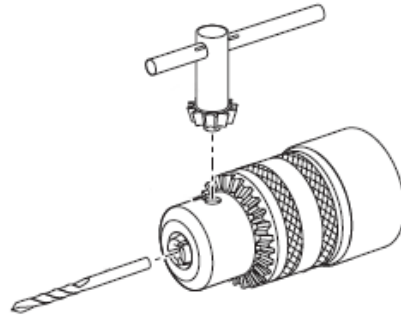

FIGURA 2
2. Encaje la base del accesorio al mandril y con la ayuda de la llave mandril apriete igualmente las tres posiciones de fijación (figura 2);